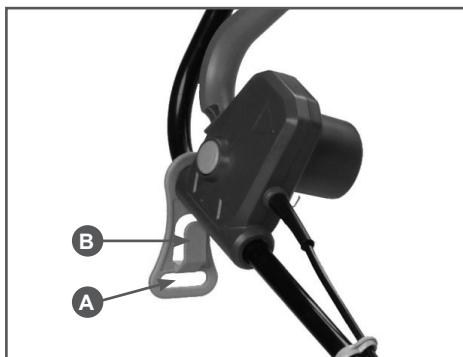

Рис.1 Держатель кабеля
В целях безопасности, во время работы, кабель необходимо зафиксировать в специальном держателе, расположенном на рукоятке газонокосилки (Рис.1).
Для закрепления кабель сложить петлей и ввести в отверстие (A) Рис.1. Затем надеть его на крюк (B) и затянуть до отказа.